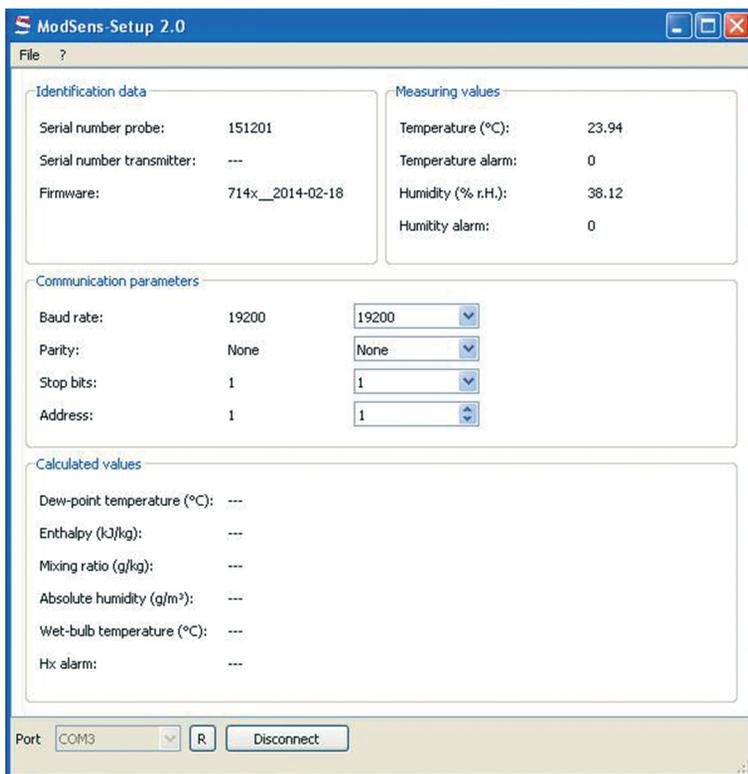

Рисунок 5
- открыть программу ModSens-Setup и выбрать соответствующий COM-порт (см. Рисунок 5);